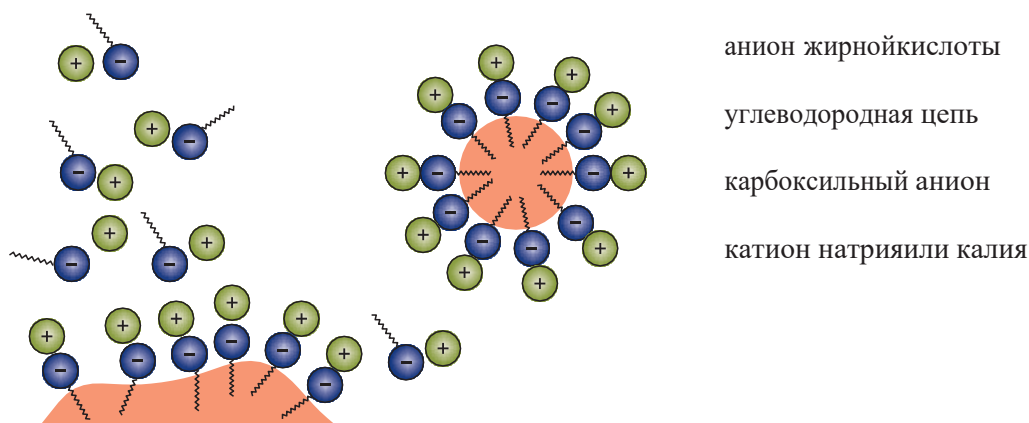

Рисунок 1.
- Анион мыла состоит из двух частей: неполярная часть (углеводородный радикал) и полярная часть (остаток карбоксильной группы, заряженный отрицательно). Органические загрязнения же в основном неполярны. Анионы мыла окружают частицу грязи неполярными частями, ориентируясь вовне (в водный раствор) полярными частями. Получившаяся частица – мицелла – отрывается от поверхности и переходит в воду (рисунок 1). В полярной части мицеллы сосредоточен отрицательный заряд анионов карбоновых кислот, который притягивает противо-ионы – катионы натрия или калия. Таким образом, снаружи все мицеллы несут положительный заряд и отталкиваются друг от друга, благодаря чему образуется устойчивая эмульсия, и грязь не осаждается обратно;